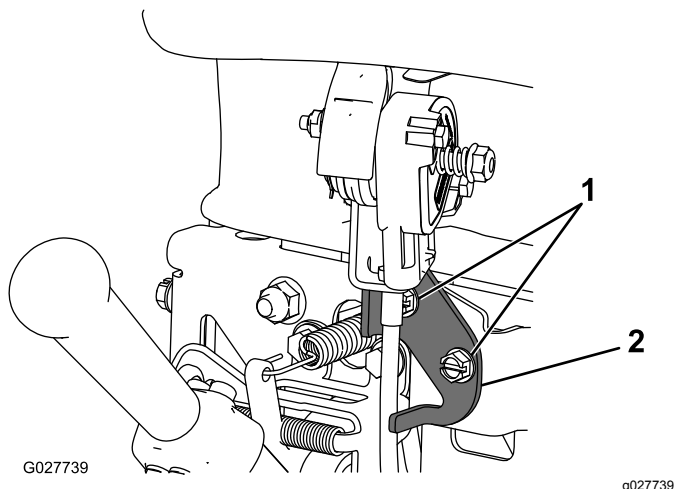

Bild 31
2. Lösen Sie die zwei Schrauben, mit denen die Gasbedienung befestigt ist (**Bild 31**).